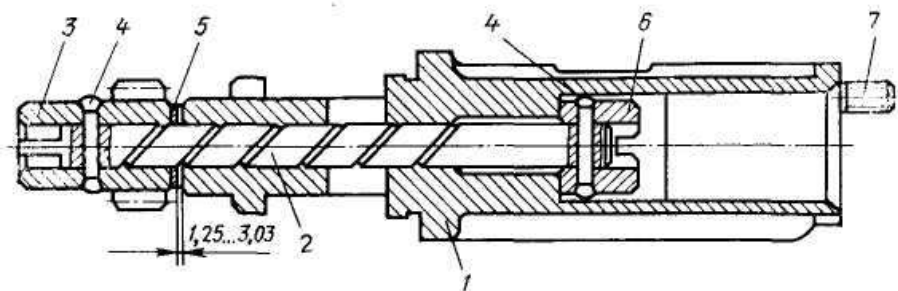

Рис. 96. Привод распределителя зажигания:
- высверлите штифт 4 (рис. 96) (только при необходимости замены шестерни или валика), крепящий шестерню 3 привода распределителя зажигания на валике привода и снимите шестерню с валика;